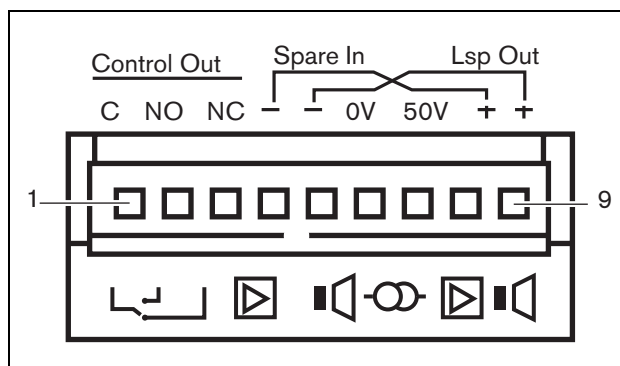

figura 9.4: Connettore dei canali dell'amplificatore
Un canale dell'amplificatore (vedere figura 9.4) è un gruppo di segnali in uscita che sono stati elaborati dalla stessa unità di amplificazione dell'amplificatore di potenza. Il numero dei canali dell'amplificatore dipende dal tipo di amplificatore (vedere tabella 9.3).
Ogni canale dell'amplificatore è dotato di un'uscita di controllo. L'uscita di controllo può essere usata per inviare segnali ad una terza apparecchiatura in modo da avviare azioni. Ogni uscita di controllo è dotata di tre pin (vedere figura 9.4). Il piedino comune (C) dell'uscita di controllo dovrebbe sempre essere connesso. Il fatto che l'altro pin connesso sia quello normalmente chiuso (NC) o normalmente aperto (NO) dipende dall'azione che si desidera abbia luogo quando l'uscita di controllo è attiva (vedere tabella 9.5).